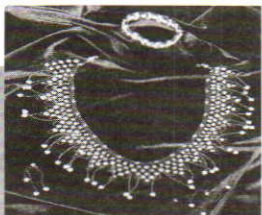

Рис. 12
43. Ювелирные украшения из бисера (рис. 12).